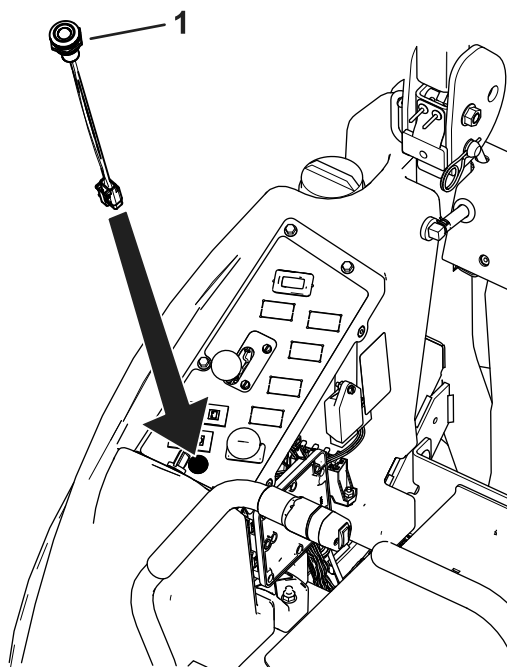

Figura 7
13. Instale la luz en la parte superior de la consola (Figura 7).